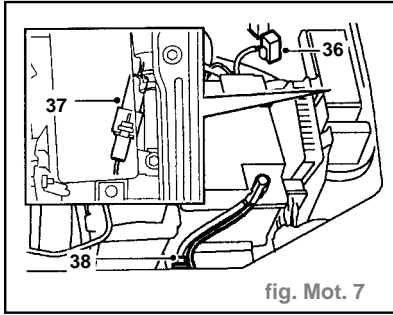

fig. Mot. 7
- Dégager le relais de bougie de préchauffage (36) du support de fixation (fig. Mot. 7).
- Débrancher le connecteur (37) entre faisceau moteur et faisceau principal.
- Enlever le boulon (38) maintenant le fil de masse sur la plate-forme du capot.